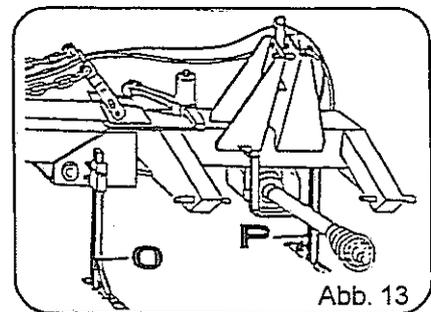

Abb. 13
- Abstellstützen (Abb. 13, Pos. O und P) einschieben und mit Klapstecker sichern.